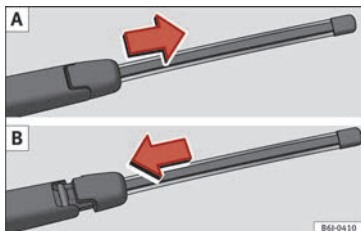

Fig. 74 Extraer y colocar la escobilla del limpiaventa.
- » **fig. 74 A.**
- » **fig. 74 B** y deslice el adaptador hasta que encastre.